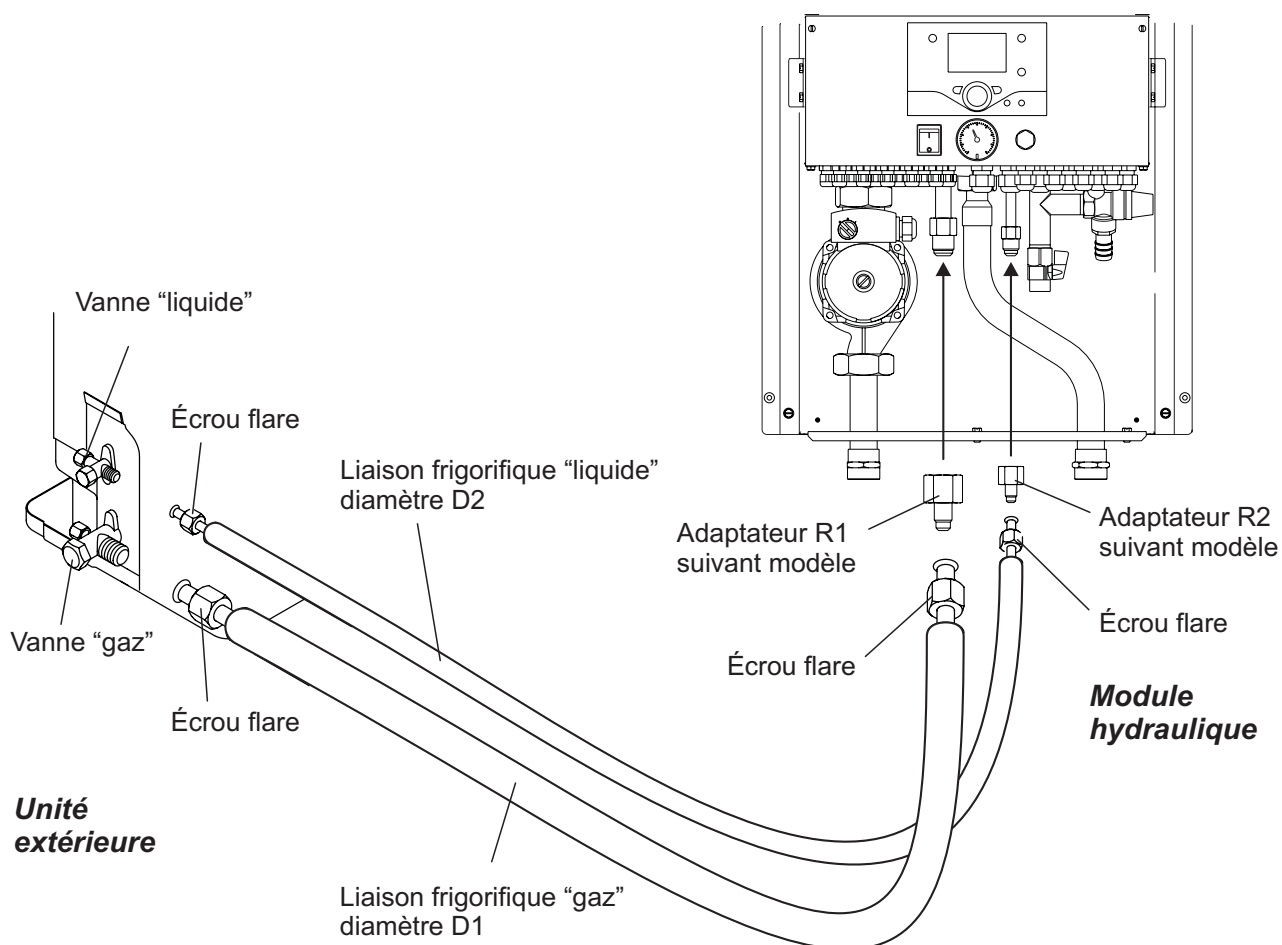

figure 19 - Raccordement des liaisons flare
- Suivant le cas, raccorder un adaptateur (réduction) 1/4"- 3/8" ou 1/2"- 5/8" (voir figure 19).